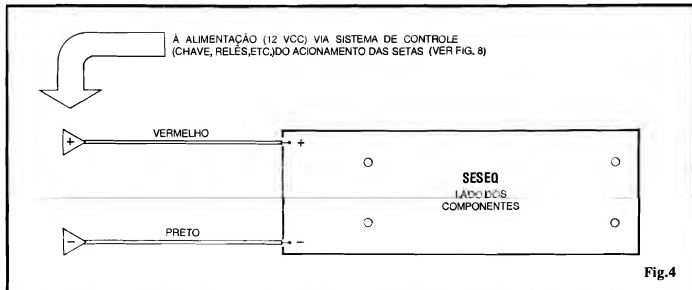

Fig.4
**- FIG. 4 - CONEXÕES EXTERNAS À PLACA** - São apenas duas as ligações externas à placa, correspondentes à entrada da alimentação CC (12V), polarizadas (sempre com a codificação de fio vermelha para o positivo e fio preto para o negativo...). Os pontos "+" e "-" da placa recebem tais conexões que, nas suas outras extremidades, terão ligações condicionadas ao sistema real de comando das setas de direção originais, conforme veremos mais adiante...